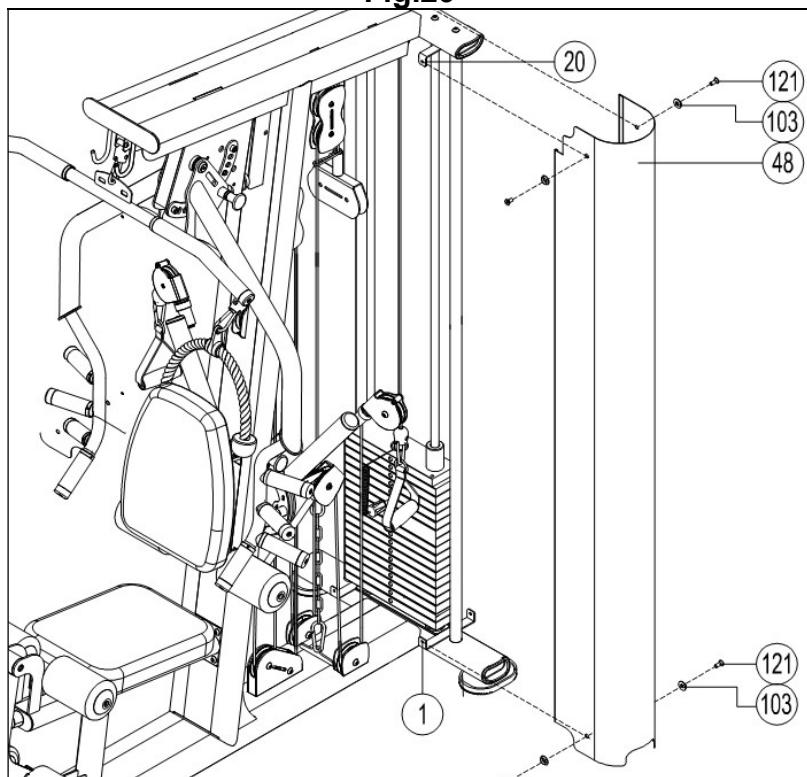

Fig.30
30.- Coloque la tapa derecha (49) y atorníllela a la estructura superior (20) e inferior (1) usando los tornillos (121) y las arandelas (103), Fig.30.
Coloque la tapa intermedia (50) y atorníllela con los tornillos (122) y las arandelas (107), Fig.30.